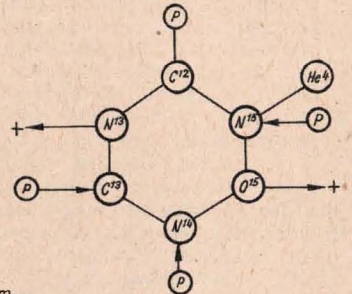

Abb. 2 Kohlenstoffzyklus
Beim Kohlenstoffzyklus entsteht ebenfalls Helium unter Energieabgabe. Hier wird der Kohlenstoffkern (C¹²), bestehend aus 12 Kernbausteinen (6 p und 6 n), durch Abgabe elektrischer Ladung (+) und Aufnahme neuer Protonen nacheinander in die Nachbarlemente Stickstoff (N) und Sauerstoff (O) umgewandelt, schließlich das Stickstoffisotop N¹⁵ gebildet, das in Helium und Kohlenstoff zerfällt. Mit letzterem kann der Zyklus erneut beginnen. (Abb. 2)